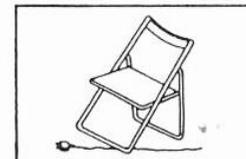

Fig. 3
- Evite pisar ou colocar móveis ou objetos pesados sobre o cordão de força. (Ver Fig. 3)